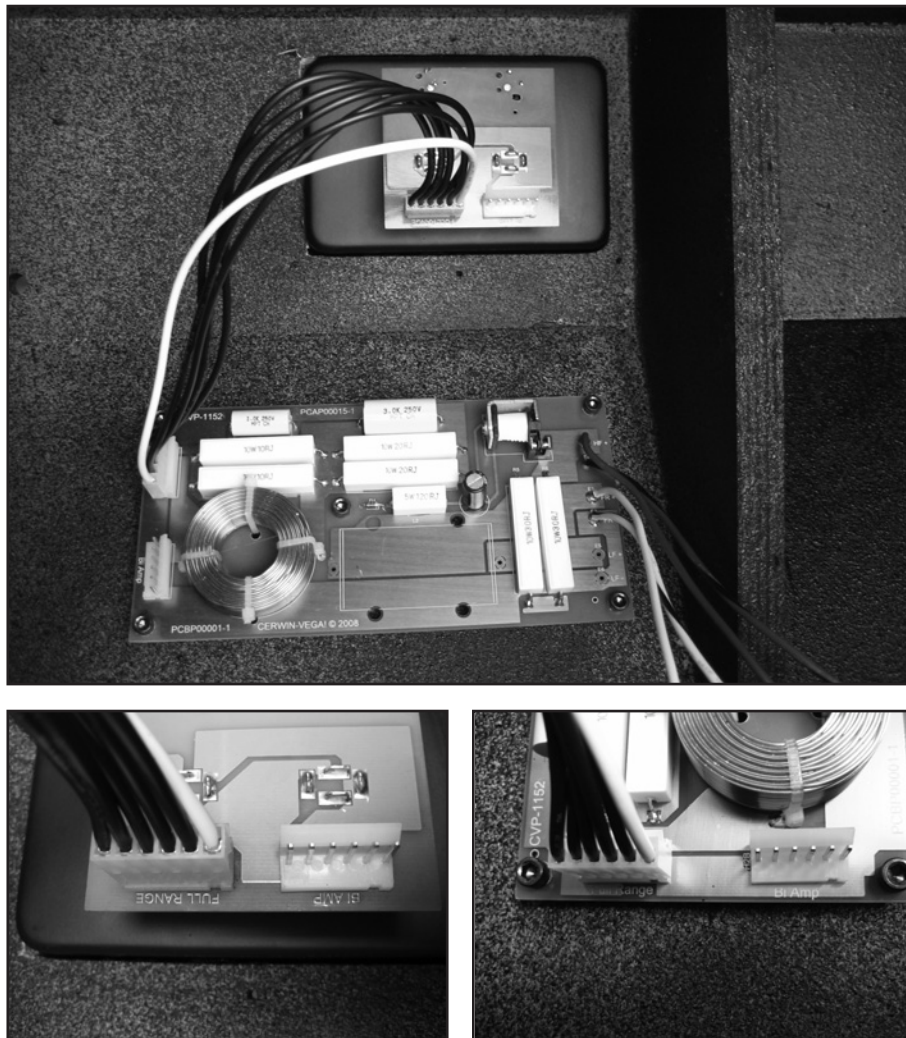

Figure 1, Full Range Mode
2. Retirez le faisceau de câblage de la position « FULL RANGE » et placez-le sur « BI AMP » au niveau de la plaque de circuits d'entrée et de la plaque de circuits de recouvrement (Figure 1, Full Range Mode).